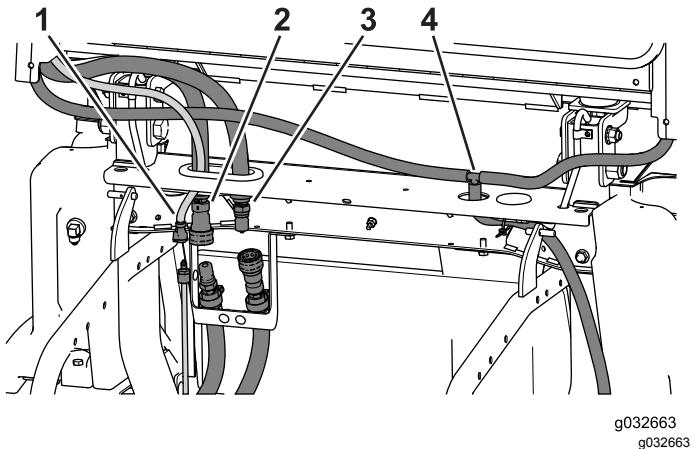

図 109
1. ウオッシャ液チューブ、ヒーター用給液ホースと戻りホースの接続を外す**図 109**。
2. ドレンチューブを機体に固定しているケーブルタイをすべて切断する図 109。